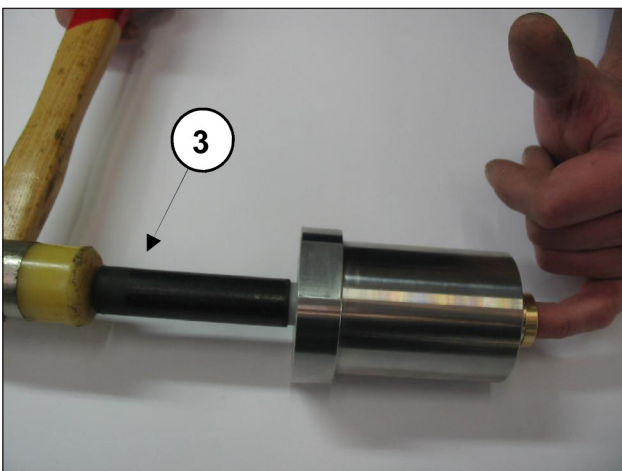
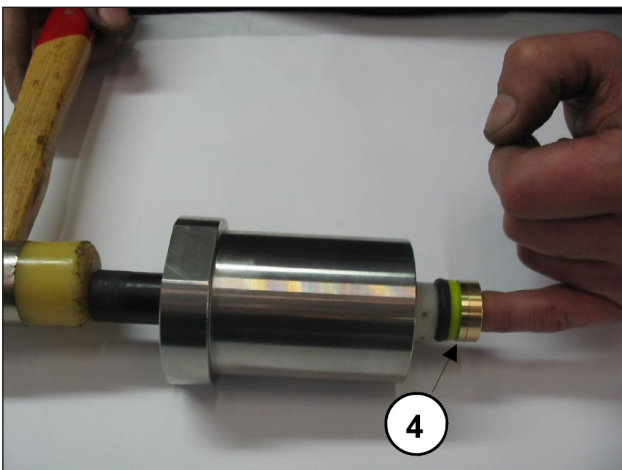

Abb. 34
Abb. 35
- Ziehen Sie nach Trennung der Buchse vom Dichtungshalter mit einem speziellen Kunststoffdorn ③ gemäß Abb. 34 den HD (Hochdruck) Dichtungssatz ④ wie in Abb. 35 heraus.